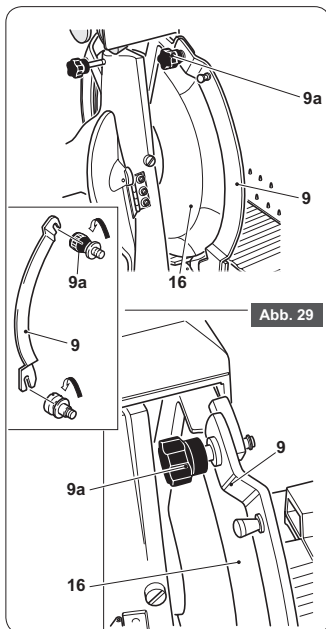

Abb. 29
- Den Schleifapparat (17) anheben und um 180° drehen (Abb. 29).